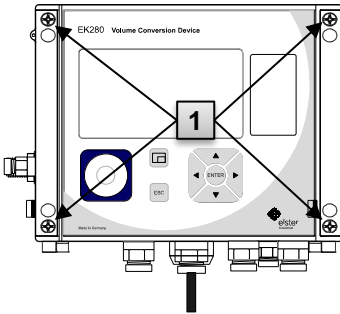

Abb. 25
1. Schließen Sie das Gehäuse mit Hilfe der vorgesehenen vier Schrauben (Abb. 25/1).